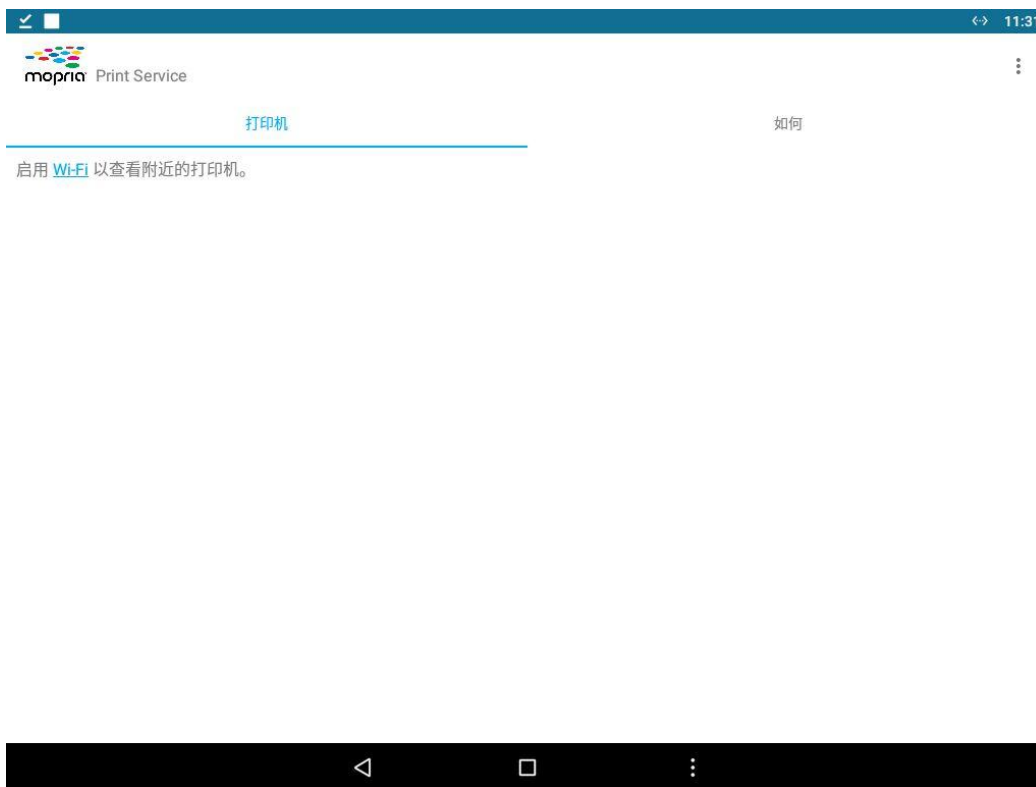

图 8
4、进入打印软件界面后点击“启用 Wi-Fi 以查看附近的打印机”连接打印机的 Wi-Fi 如图 8 所示。Wi-Fi 连接成功如图 9 所示。